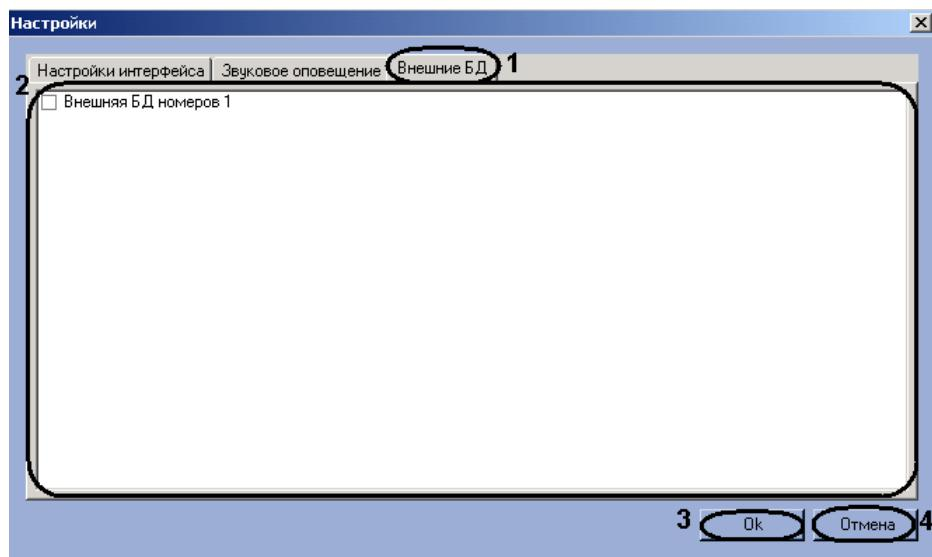

Рис. 7.9—13 Выбор внешних баз данных в качестве баз данных «Оперативного слежения»
4. Установить флажки напротив тех внешних баз данных, которые необходимо использовать в качестве баз данных «Оперативного слежения» (см. Рис. 7.9—13, 2).
5. Для сохранения внесенных изменений и закрытия диалогового окна «Настройки» нажать кнопку «OK» (см. Рис. 7.9—13, 3).